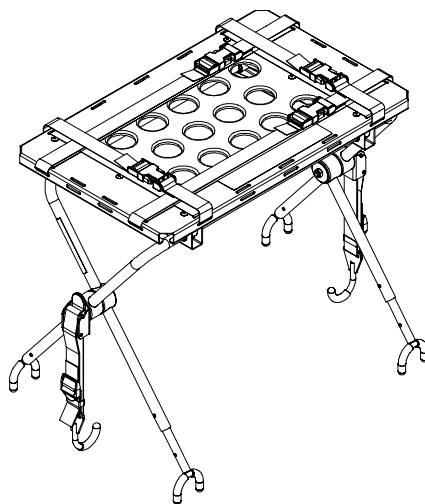

Figura 17 – Aprire le gambe della piattaforma per defibrillatore
2. Aprire ed espandere le gambe della piattaforma (Figura 17).